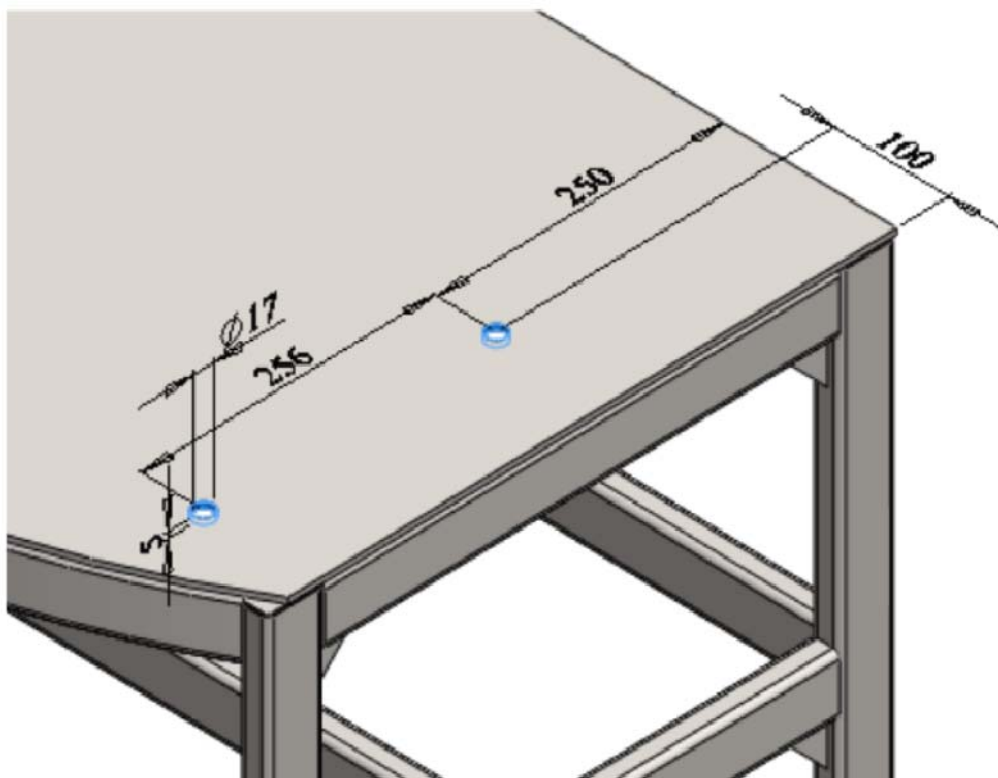

Рис. 1.24. Расположение отверстий
Требуется создать 2 сквозных крепежных отверстия  $\text{Ø}17$  мм с помощью инструмента **Отверстие под крепеж** на верхней грани стола. Расположение отверстий показано на рис. 1.24.
9. Расположите отверстия, как показано на рис. 1.24, с помощью наложения взаимосвязи **Вертикальность** между центрами отверстий и нанесения размеров;